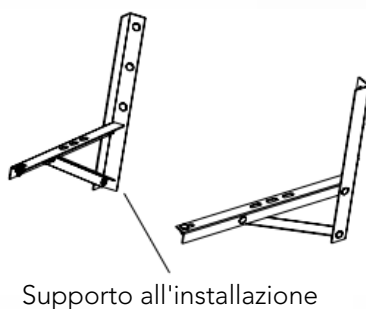

Fig 10
- Se sono necessarie staffe di installazione per installare l' unità esterna, l' utente può acquistare le staffe dalla nostra azienda o dai nostri agenti (Fig. 10).